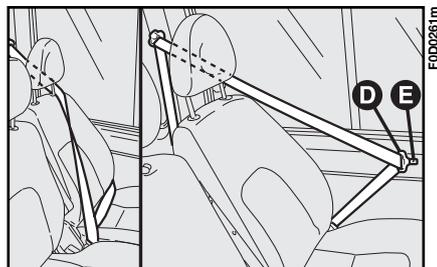

fig. 11
Le siège arrière est doté de ceintures de sécurité à inertie à trois points d'ancrage avec enrouleur pour les places latérales et celle centrale **fig. 11**.
- **fig. 11** place latérale gauche première rangée